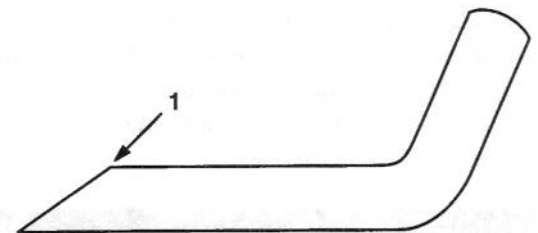

Figure 14
- Examiner l'état des tranchants de toutes les lames. Les affûter s'ils sont émoussés ou ébréchés. Affûter seulement la face supérieure du tranchant et conserver l'angle de coupe d'origine pour obtenir une coupe nette (Fig. 14). La lame reste équilibrée si les deux tranchants sont affûtés de la même manière.